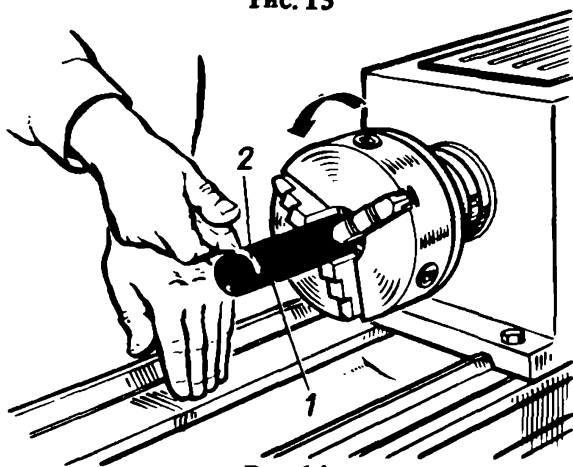
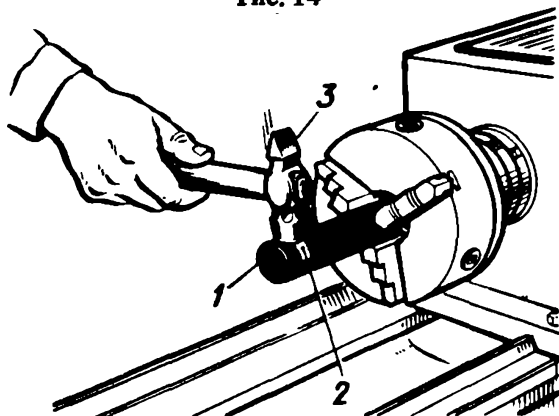

Рис. 14
Рис. 15
2.2. Выверить заготовку в патроне. Включить механизм шпинделя на прямое вращение. Подвести мел к цилиндрической поверхности заготовки до образования меловой риски 2 (рис. 14; положение рук см. в упражнении 1.3, задание II инструкционной карты 2). Выключить шпиндель станка. Если меловая риска обозначена не по всей цилиндрической поверхности заготовки, то легкими ударами молотка 3 (рис. 15) по меловой риску несколько сместить заготовку 1.